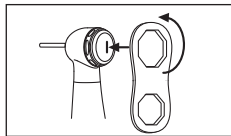

Fig. 36
- 3 Placez la clé appropriée sur le capuchon de la tête, puis tournez la clé dans le sens inverse des aiguilles d'une montre pour desserrer le capuchon. Retirez le capuchon (Fig. 36).